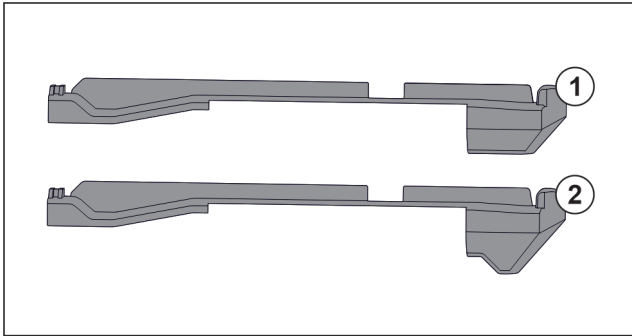

Fig. 150 Сравнение вставных частей
В устройстве находятся две разные вставные части. Вставная часть над самым нижним выдвигным ящиком Fig. 150 (2) имеет треугольную кромку. Все прочие вставные части Fig. 150 (1) имеют прямую кромку.
- ▶ Установите вставную часть Fig. 150 (2) с треугольной кромкой над самым нижним выдвигным ящиком.
- ▶ Установите вставную часть Fig. 150 (1) с прямой кромкой на все прочие места.